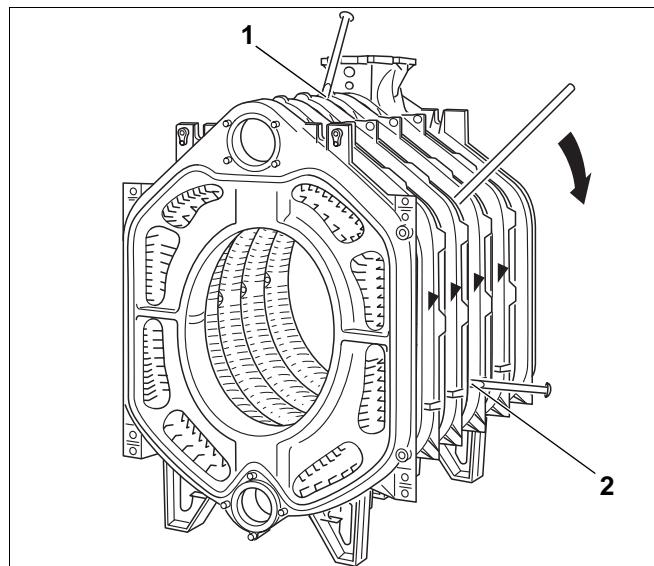

Рис. 24
- Вставив (забив) клинья или зубило сверху и снизу между секциями в предусмотренных местах (рис. 24, **поз. 1** и **2**), разобрать котел в месте утечки.